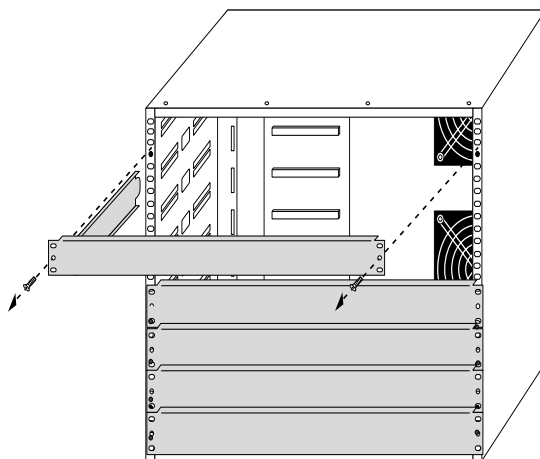

図 1.10 C36E4、C36E8 (据置型ラック) の使用するスロットのみのフェースプレートの取りはずし
- 1) ハブを収めるスロットのフェースプレートのみを取りはずします (図 1.10 を参照)。